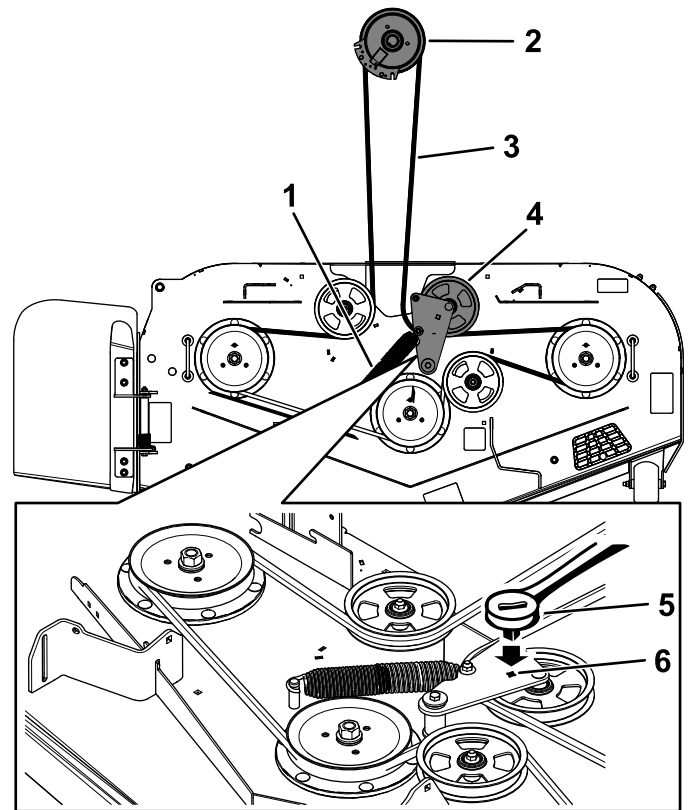

Figura 18
1. Utilize uma lingueta de $\frac{3}{8}$ pol. no orifício quadrado no braço intermédio para retirar a tensão da mola intermédia (Figura 18).
14. Instale a correia da plataforma do cortador na polia intermédia da mola (Figura 18).